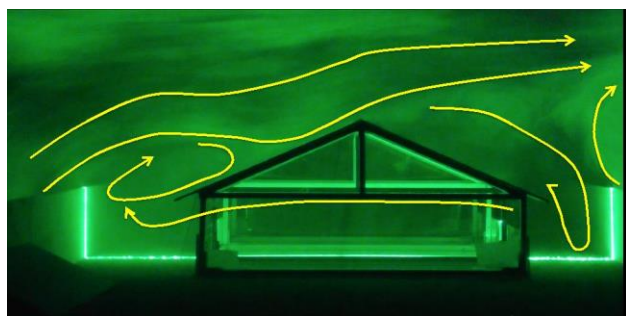

図1 模型による気流の可視化試験
- (1) 模型試験の結果、遮へい壁は豚舎の棟高さの距離に、豚舎の軒高さの構造物を設置すると、豚舎と壁の間に空気の淀みができ、敷地外に少しずつ拡散しました(図1)。